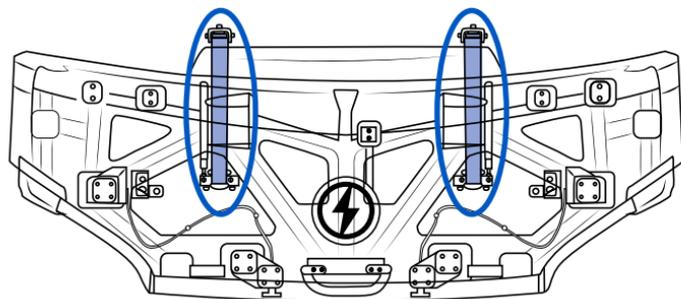

Figure 15 - Emplacement du mécanisme de sécurité du capot
5. Pour verrouiller le capot en position ouverte, poussez sur les bras du mécanisme de sécurité (**Figure 15**).